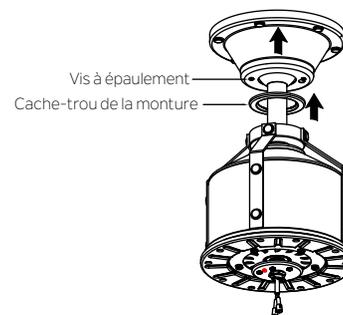

Fig. 16
Étape 3. Fixer solidement et serrer le couvercle du trou de la monture sur les vis à épaulement du support de montage en utilisant la fonction de verrouillage par un simple mouvement de rotation du logement à clavette. (Fig. 16)